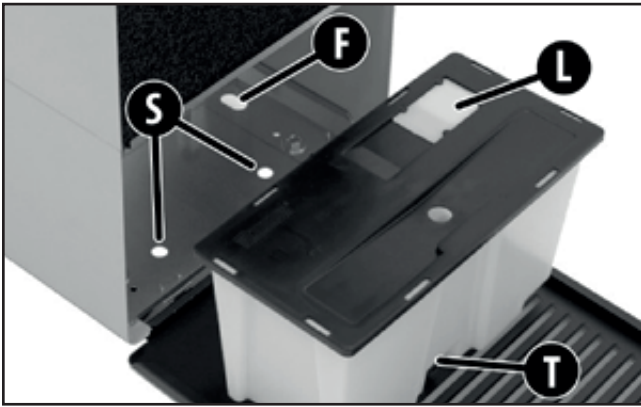

Abb.6 – Positionierbohrungen für den Kondenswasserbehälter
Die Klappe öffnen und den Behälter herausziehen (Abb.6). Über den Schieber (L) das Wasser ausgießen.